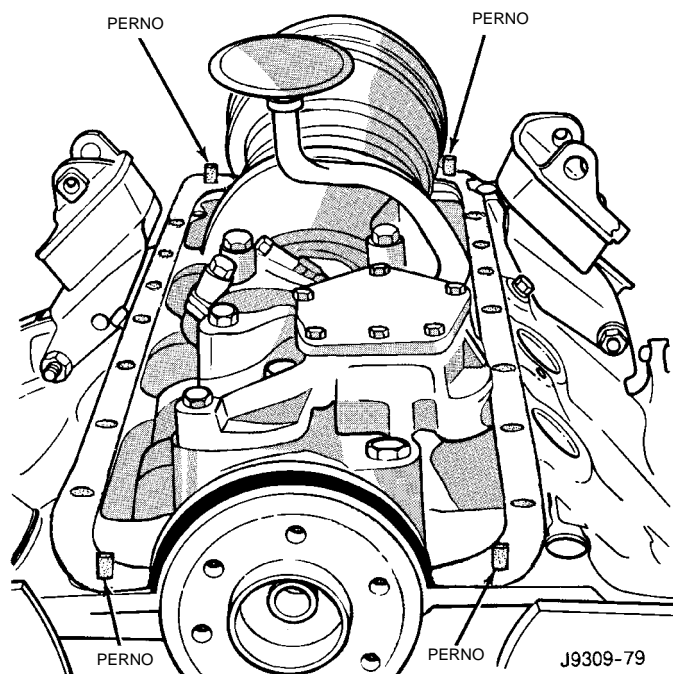

Fig. 38 Posición de los pernos en el bloque de cilindros
(2) Instale los pernos en el bloque de cilindros (Fig. 38).
(3) Aplique una pequeña cantidad de sellante adhesivo de caucho siliconado Mopar®, o su equiva-